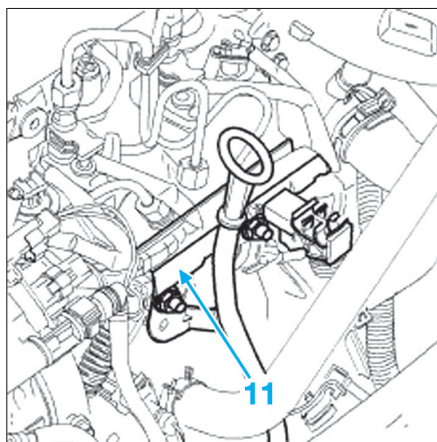

Fig. 41
- le connecteur du capteur de pression de rampe (7),
- le connecteur du capteur de cliquetis (8),
- le connecteur de la sonde du niveau d'huile (9),
- le connecteur du capteur de repérage cylindre (10) sur le carter de distribution.
- Dégrafer puis écarter le faisceau électrique de la goulotte sur la rampe d'injection (11) (Fig.41).